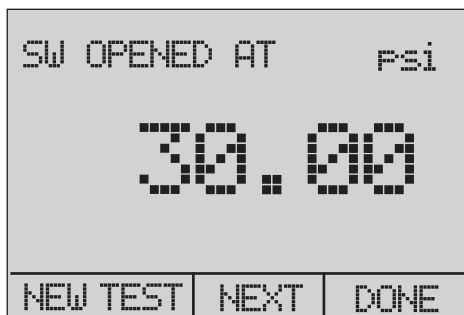

图 23.开关打开时的读数
8. 顶部屏幕此时显示 "**SW OPENED AT**"（开关打开时压力），并指示开关打开时的压力。请参见图 23。